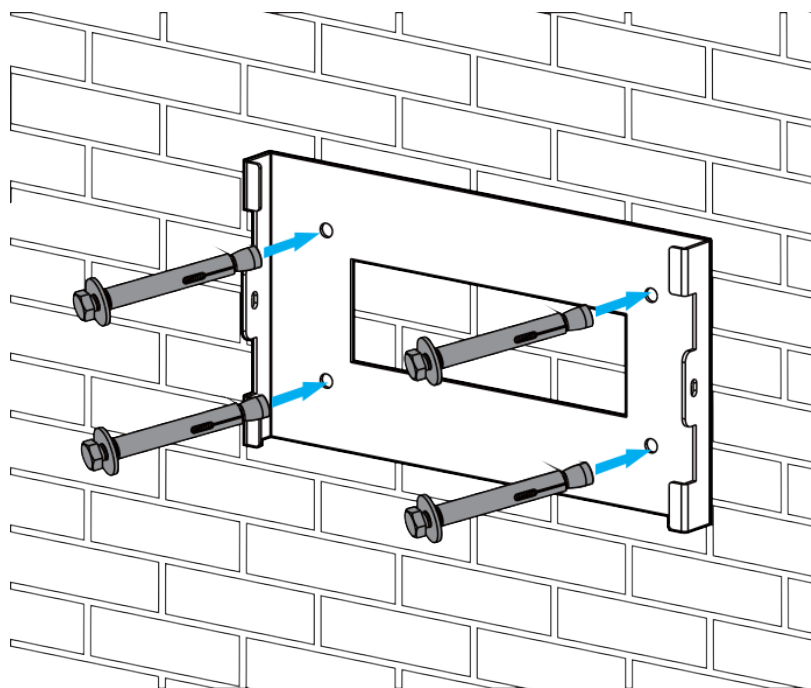

Рис. 4.5 Установка монтажной скобы
Инвертор устанавливается вертикально, как показано на рис. 4.5. Процедура установки описана ниже:
2. Убедитесь в том, что положение монтажных отверстий на стене (A, B, C, D) совпадает с положением отверстий в монтажной скобе (рисунок 4.5).